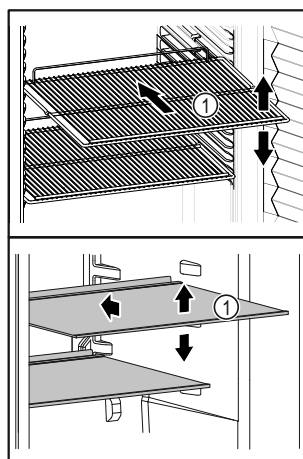

Fig. 59 Примерное изображение
- Если полки для хранения Fig. 59 (1) можно переставлять, отрегулируйте высоту их установки.